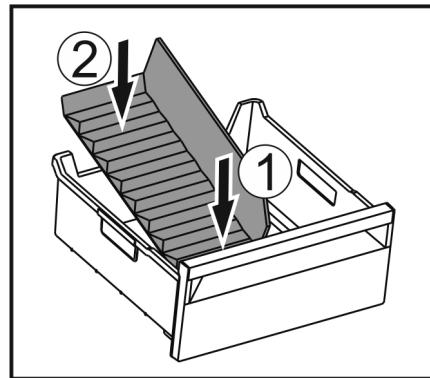

Fig. 146
- Umetnute prednji dio pregrade ladice za led. Fig. 146 (1)
- Spustite stražnji dio pregrade ladice za led do dna ladice. Fig. 146 (2)